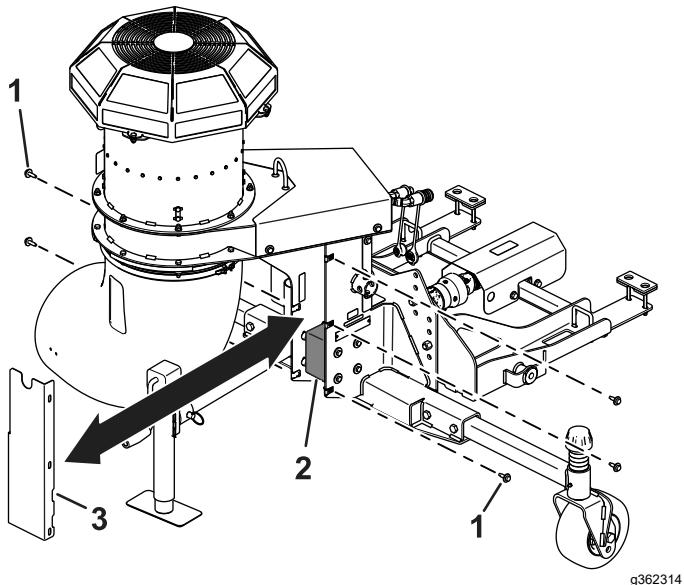

Figure 24
2. Retirez les 5 boulons et rondelles qui fixent le couvercle de la boîte d'engrenages au souffleur (**Figure 24**).
3. Déposez le couvercle pour exposer la boîte d'engrenages du souffleur (Figure 24).